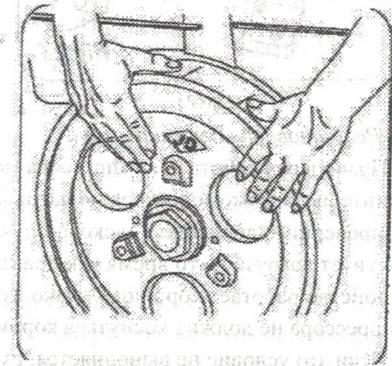

Рис.22
3. Поворачивайте маховик медленно до тех пор, пока топливо не начнет течь из отверстия топливной трубки. Прекратите вращение маховика при совпадении меток (метки на маховике и метки на баке) (рис. 22).